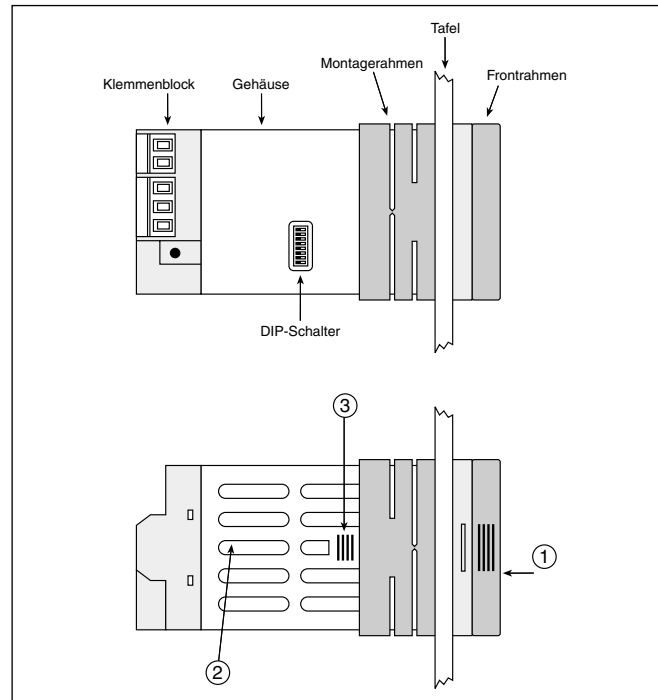

Abbildung 1-3. Montage des Reglers mit 1/16-DIN-Tafelausschnitt
1. Wenn sich der Montagerahmen noch auf dem Regler befindet, drücken Sie das Gehäuse an den in Abbildung 1-3 mit (3) bezeichneten Stellen oben und unten zusammen und ziehen Sie den Rahmen nach hinten ab.